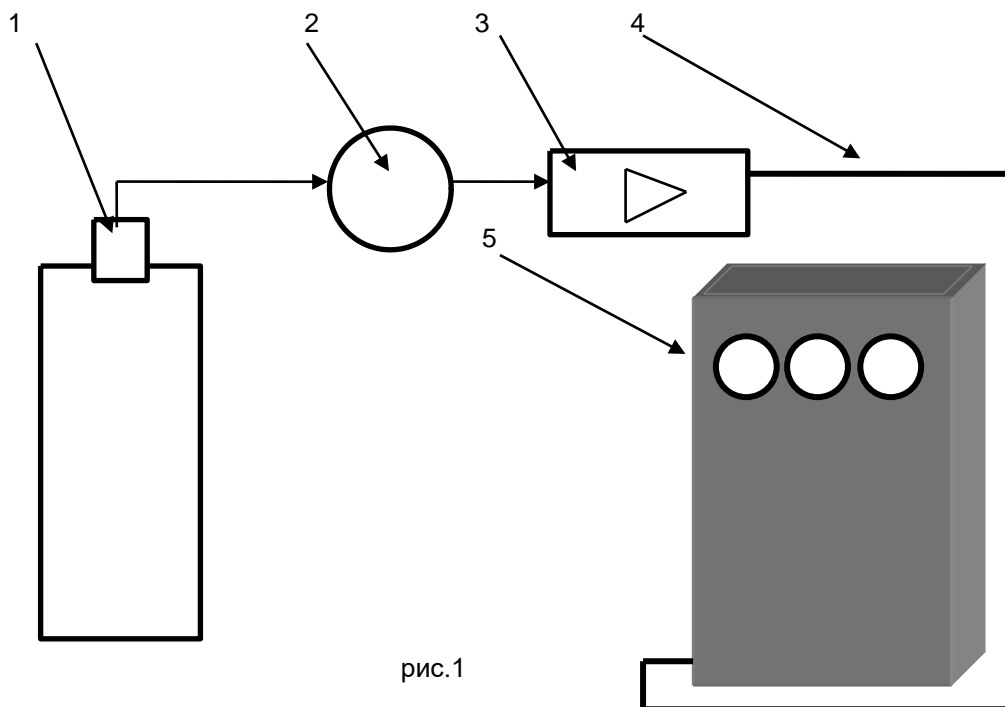

рис.1
- собрать установку приведенную на рис. 1 ;